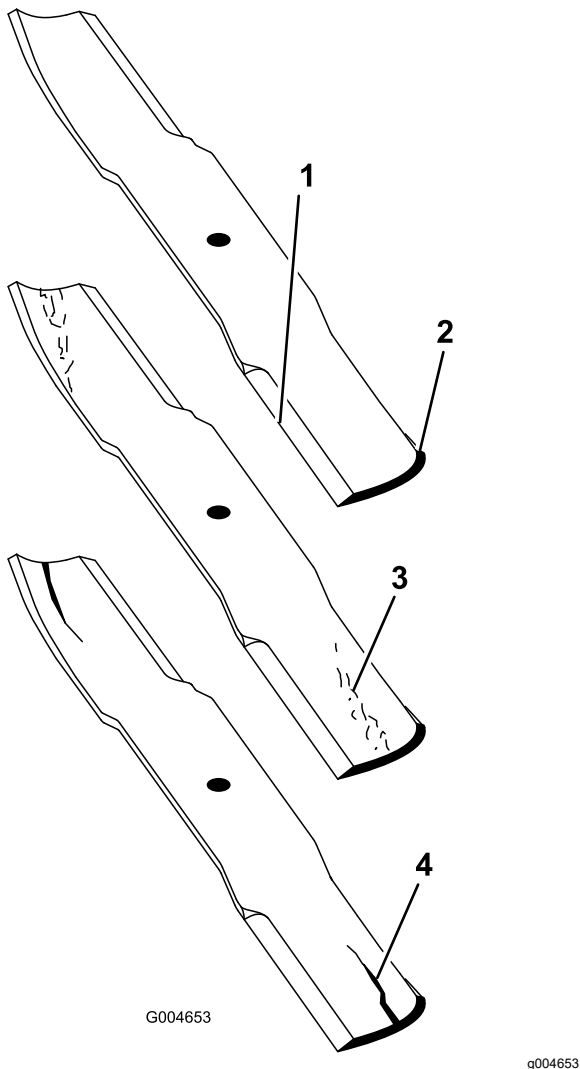

Figura 76
2. Examine cuidadosamente as extremidades da lâmina, prestando especial atenção à zona onde se encontram as partes curvas e planas da lâmina (Figura 76).
Nota: A areia e os materiais abrasivos podem desgastar o metal entre as partes plana e curva da lâmina; por isso, verifique a lâmina antes de utilizar a máquina. Se der conta de desgaste (Figura 76), substitua a lâmina.